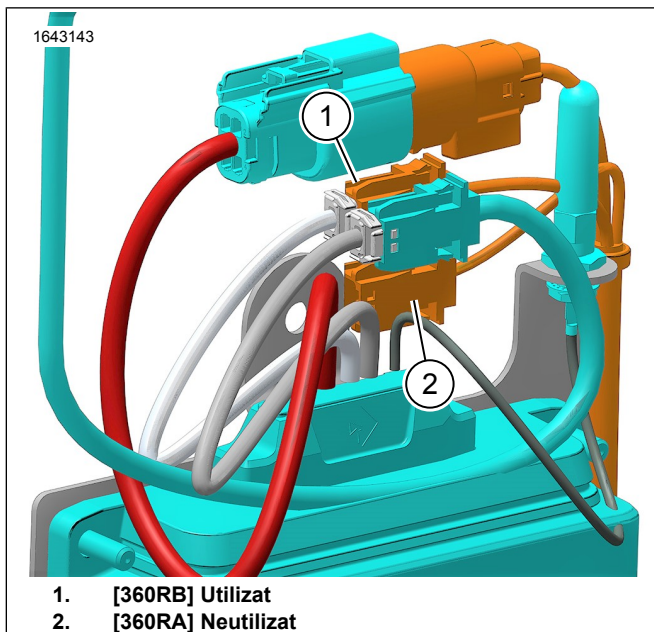

Figura 6. Difuzor [360RA] și [360RB]
*A se vedea figura 6. Conectorul difuzorului [360RA] este utilizat numai pentru aplicațiile de boxe Tour-Pak sau carenaje inferioare. Acesta va rămâne neconectat pentru aplicația difuzor desagă.*